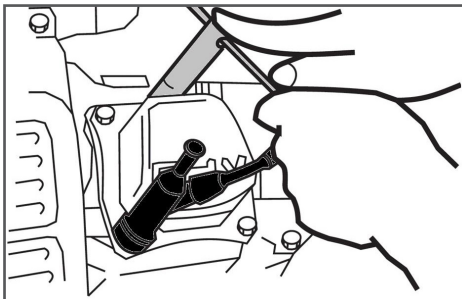

Рис. 15 Обслуживание свечи зажигания
2. Открутите свечу зажигания свечным ключом (Рис. 15).